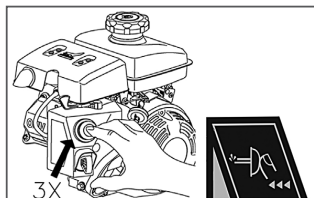

Рис.8 Ручной топливный насос
3. При запуске холодного двигателя нажмите на ручной топливный насос 3 раза (Рис. 8). При запуске теплого двигателя нажимать не нужно.